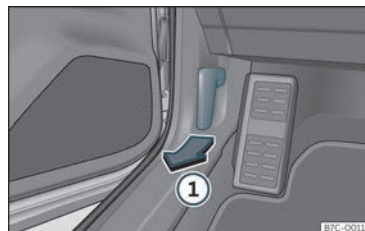

Fig. 255 Palanca de desbloqueig a l'espai reposapeus del conductor.
- Obriu la porta i estireu la palanca que hi ha sota del tauler d'instruments >>> **fig. 255 ①**.